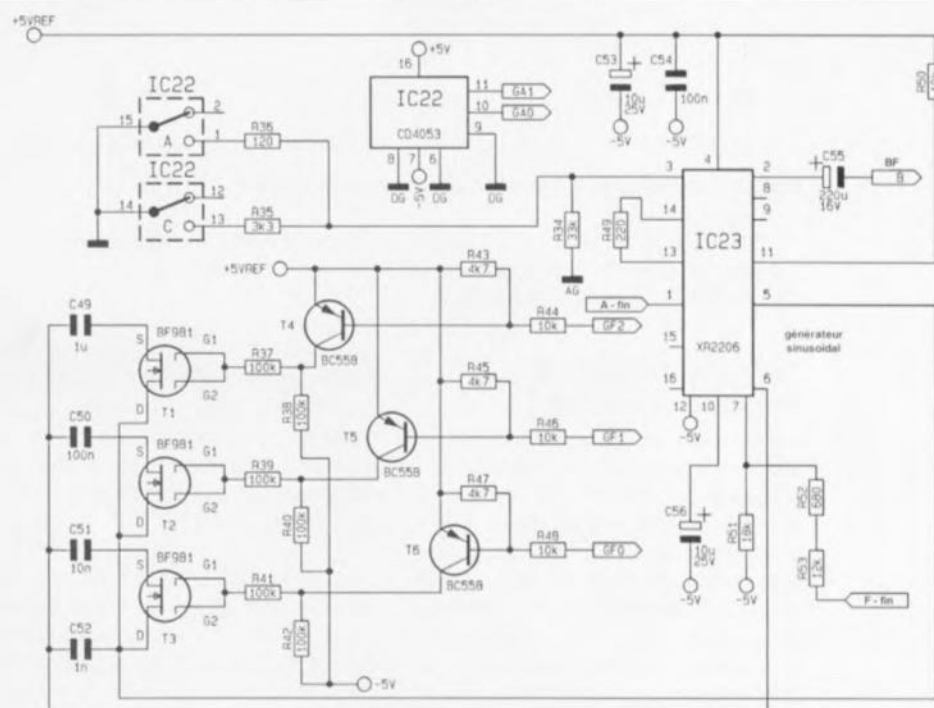

Figure 1. L'électronique du générateur sinusoïdal.
1. le générateur sinusoïdal (figure 1),
Le circuit intégré XR2206 (IC23) est sans le moindre doute le composant central du schéma de la figure 1. Il s'agit en effet du circuit intégré archi-connu d'Exar que l'on retrouve très souvent dans des circuits du type « générateur de fonctions ». Dans le cas de l'audiographe, le XR2206 génère le signal sinusoïdal de sortie qui se situe dans une plage de fré-